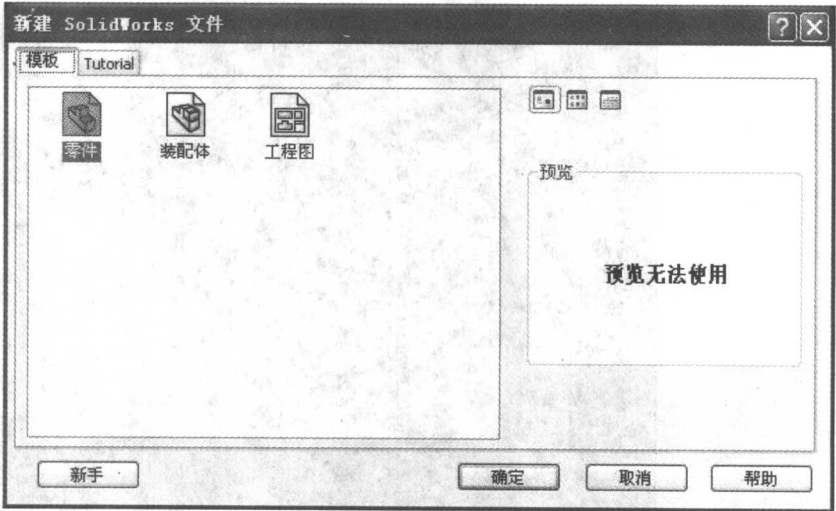

图 1-5 “模板”选项卡 ▶
- (1) 单击“零件”按钮，可进入 3D 零部件的操作界面，其中零件文件的扩展名为 (*.prt、*.Sldprt)。
- (2) 单击“装配体”按钮，可进入零件装配界面，其中装配体文件的扩展名为 (*.asm、*.Sldasm)。
- (3) 单击“工程图”按钮，可进入工程图的操作界面，其中工程图文件的扩展名为 (*.dwt、*.Slddwt)。
- (4) 单击“高级”按钮可进入“新建 SolidWorks 文件”对话框，选择“模板”选项卡，如图 1-5 所示